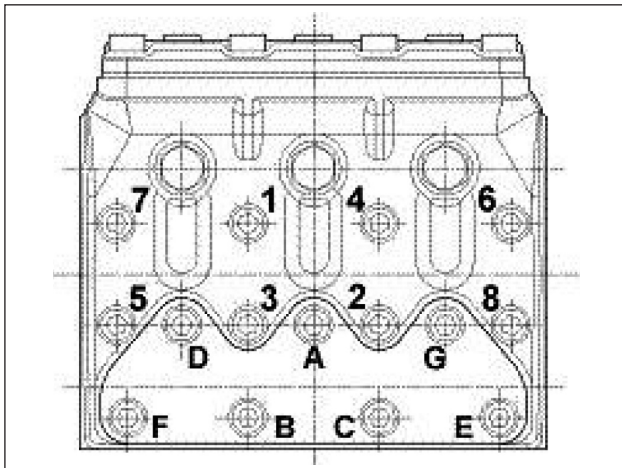

Abb. 24
** Die Befestigungsschrauben des Kopfs müssen mit einem Drehmomentschlüssel und durch Schmieren des Gewindenschafts gemäß der Reihenfolge in Abb. 24 festgezogen werden.
*** Die Befestigungsschrauben der Ventildeckel müssen mit einem Drehmomentschlüssel und durch Schmieren des Gewindenschafts gemäß der Reihenfolge in Abb. 24 festgezogen werden.